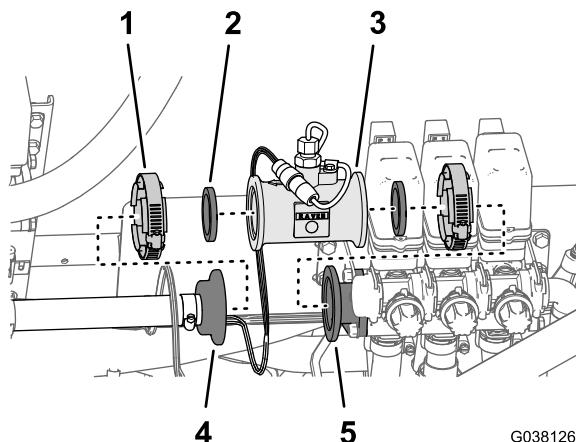

图16
1. 取下将流量表软管的宝塔凸缘接头固定至流量表的法兰夹具 图16。
- 拆下将流量表固定至左喷洒臂段阀适配器接头的法兰夹具图16。
- 从阀门歧管卸下流量表和2个垫片图16。